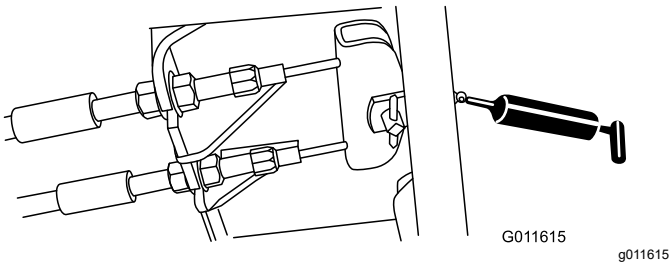

Figura 76
- Pedal de freno (1) (Figura 76)